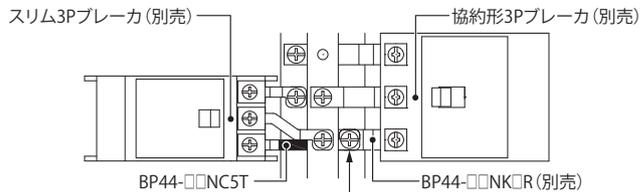

図1
❗	分岐リード板を重ねて共締めする場合は接続面積の大きいものを下にしてください。(P2. 図1 参照)
- ・分岐リード板を重ねて共締めする場合は接続面積の大きいものを下にしてください。(図1)